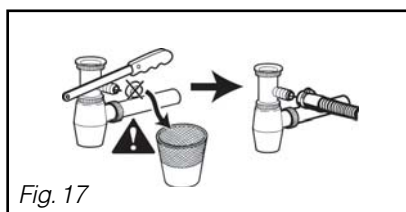

Fig. 17
- Sur un siphon d'évier (Fig. 17).
Lors d'un raccordement sur un siphon, vous devez retirer l'obturateur du siphon. Emmanchez ensuite l'embout caoutchouc à fond. Si nécessaire, ajoutez un collier de serrage (Fig. 17).